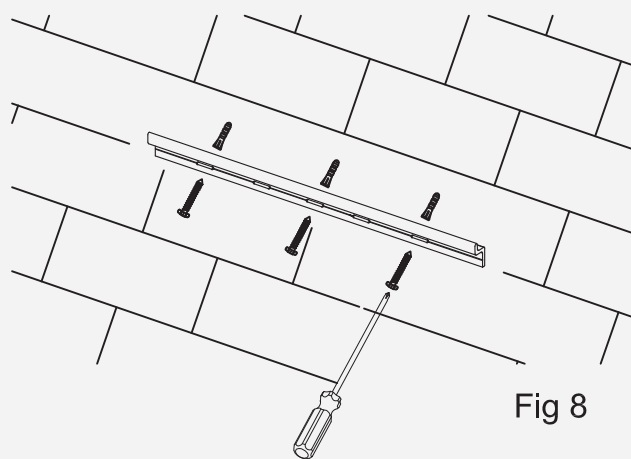

Fig 8
3. Taladre un agujero de 8 mm si es necesario para el anclaje de pared y coloque el anclaje de pared en el agujero. Monte el soporte de pared con tornillos #10 x 1 1/2" ⑤ (Fig 8).